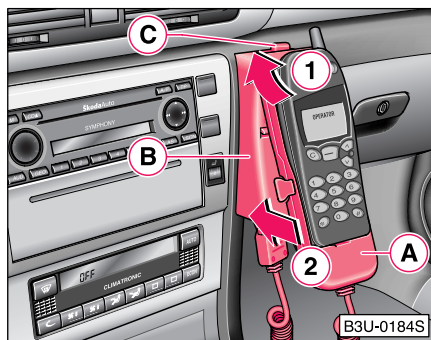

Fig. 117 Legătura telefonică universală față
- Introduceți adaptorul și telefonul în suportul (B) întâi în direcția săgeții (1) ⇒ Fig. 117, până la limită. Apăsăți ușor adaptorul în direcția săgeții (2), până când se fixează.
- Introduceți telefonul în adaptorul (A) (conform instrucțiunilor producătorului) și puneți contactul motor.